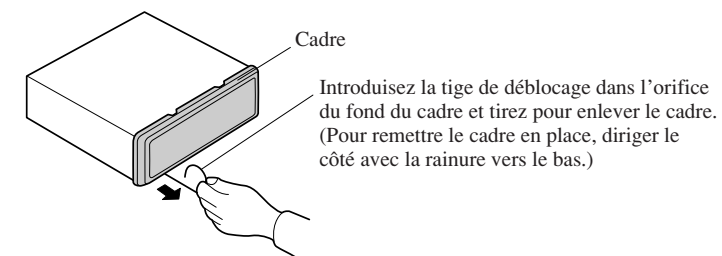

Fig. 8
**1. Enlever le cadre. (Fig. 8)**